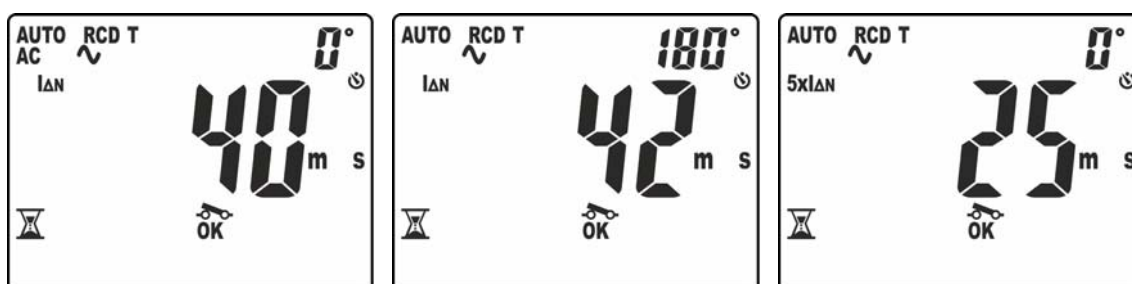

Fig. 32: Temps d'intervention en mode AUTO- Pages-écrans 1
10. Le premier test effectué est celui avec courant d'essai $I_{\Delta n}$ et polarité 0° . Le résultat de la mesure partielle est affiché à l'écran avec indication «OK» ou «NOT OK» (voir Fig. 32. à gauche). Le symbole «» clignotant indique qu'il est nécessaire de réarmer le RCD
11. Le deuxième test effectué est celui avec courant d'essai $I_{\Delta n}$ et polarité 180° . Le résultat de la mesure partielle est affiché à l'écran avec indication «OK» ou «NOT OK» (voir Fig. 32. au centre). Le symbole «» clignotant indique qu'il est nécessaire de réarmer le RCD
12. Le troisième test effectué est celui avec courant d'essai $5xI_{\Delta n}$ et polarité 0° . Le résultat de la mesure partielle est affiché à l'écran avec indication «OK» ou «NOT OK» (voir Fig. 32. à droite). Le symbole «» clignotant indique qu'il est nécessaire de réarmer le RCD